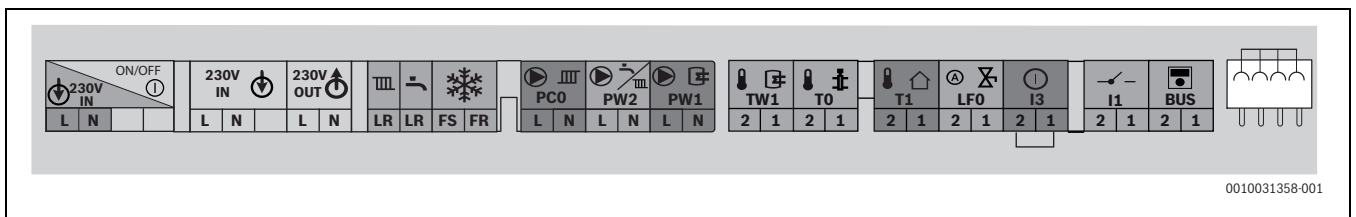

Bild 43 Klemmleiste für externes Zubehör
- Kabel an der Klemmleiste für externes Zubehör (→ Bild 43) anschließen.